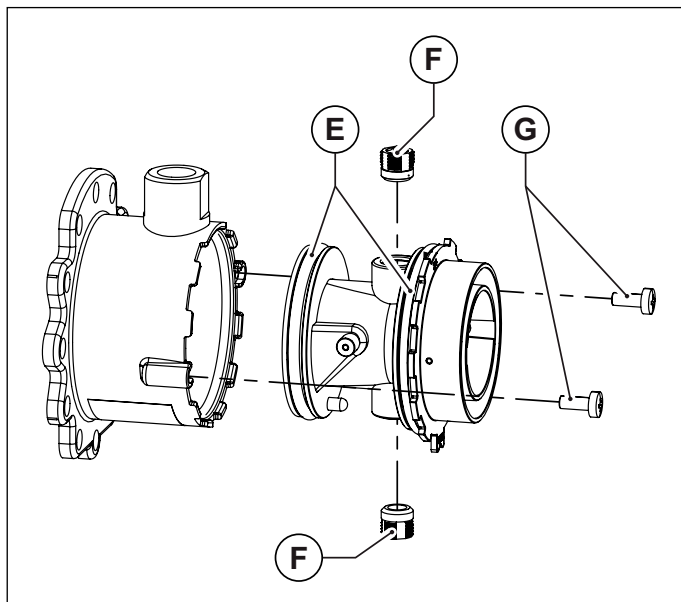
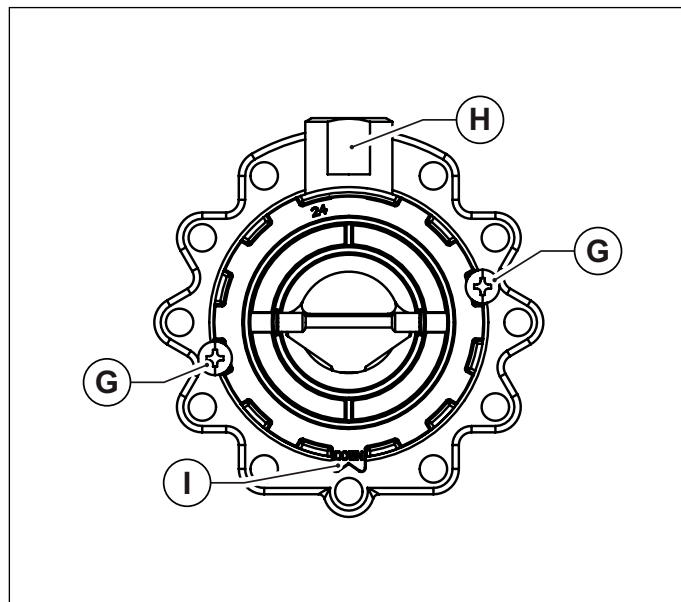

Рис. 38 Пластмассовый корпус смесителя
Рис. 39 Монтажное положение
- Отвинтить два винта и вытащить пластмассовый корпус смесительного узла (смотри Рис. 38 Пластмассовый корпус смесителя).
- Используя шестигранный ключ, вывинтить две форсунки диаметром 6 мм (смотри Рис. 38 Пластмассовый корпус смесителя).
- Вставить пластмассовый корпус (трубку Вентури) в смесительный узел и зафиксировать его крепежными винтами, обращая внимание на то, чтобы не повредить кольцевые прокладки, расположенные по краям пластмассового корпуса Рис. 38 Пластмассовый корпус смесителя) правильно выбрать монтажное положение (смотри Рис. 39 Монтажное положение).
- Закрепить смесительный узел на вентиляторе с помощью шестигранных винтов, не забыв установить между ними уплотнительное кольцо (смотри Рис. 38 Пластмассовый корпус смесителя).